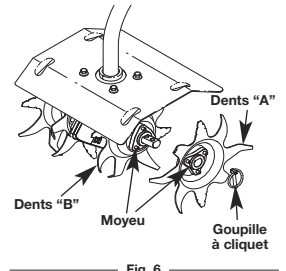

Fig. 6
1. Mettez la commande Marche/Arrêt Stop en position ARRÊT (O). Positionnez et déconnectez le câble de la bougie.
2. Retirez les axes à épaulement et leurs fixations. Faites glisser les dents de l'arbre (Fig. 6).